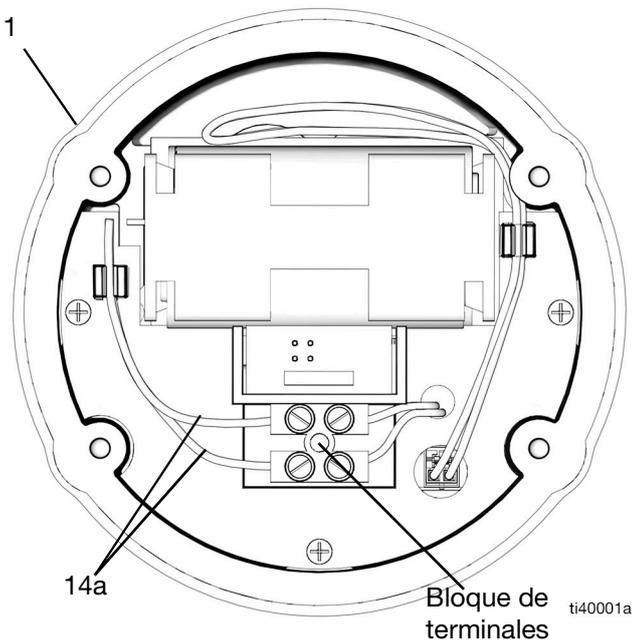

FIG. 4
- Desconecte los cables de solenoide (14a) del bloque de terminales del bisel (1) (FIG. 4).
- Vuelva a conectar los cables de solenoide (14a) en el bloque de terminales del bisel (1). Los cables son independientes de la polaridad, así que coloque cada cable en la apertura de cada terminal, consulte la FIG. 4.